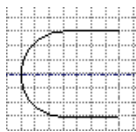

图 4.9.4 镜像 (一)
(1) 选择草绘排列镜像命令。
(2) 框选前面绘制的图元。
(3) 单击“选取”对话框中的确定按钮。
(4) 在系统“选取直图元 (按模线、基准平面、轴、捕捉线、模型边) 进行镜像”的提示下, 选取水平的构造线为镜像中心线, 即可看到所选图元被镜像到镜像中心线下方, 如图 4.9.4 所示。
(2) 框选图 4.9.4 所示的整个图元区域, 单击中键。